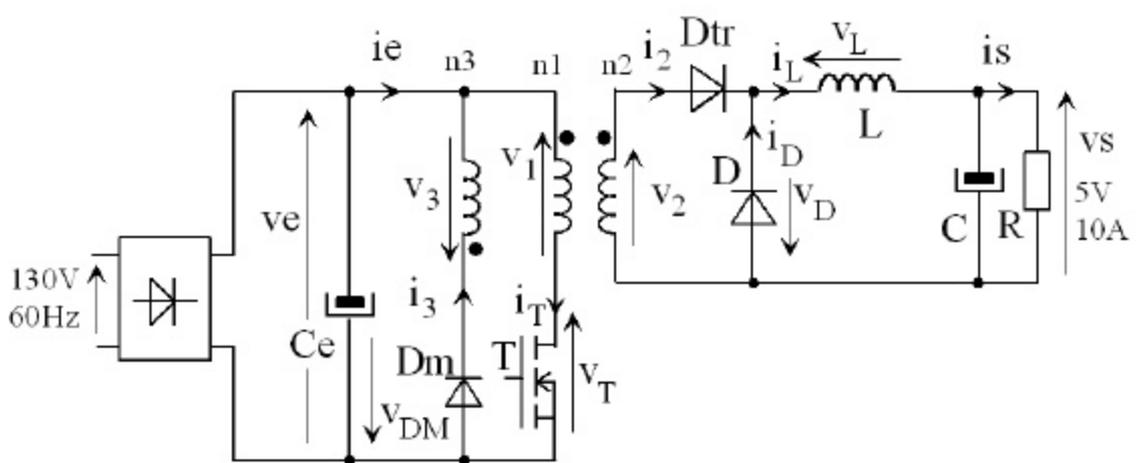

Fig. 9.1. Convertisseur AC - DC à découpage (dessins\forward1.drw).
Le schéma d'une alimentation à découpage de type "FORWARD" est donnée à la figure 9.1. Ce convertisseur est prévu pour fonctionner sur le réseau américain 130V/60Hz. Il est destiné à l'alimentation d'une carte électronique d'ordinateur fonctionnant sous 5V et consommant un courant maximum de 10A. La fréquence de travail est fixée à 50 kHz. Le rapport cyclique est constant et vaut $\alpha = 0,5$.
- Simplifier le schéma de la figure 9.1 pour T ON.
- Simplifier le schéma de la figure 9.1 pour T OFF